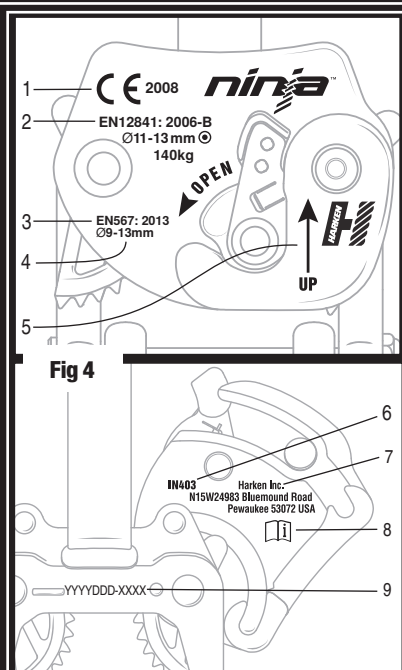

Fig 4
- Compruebe que el marcado del producto es legible. **Fig. 4**
Etiquetado del producto Fig. 4